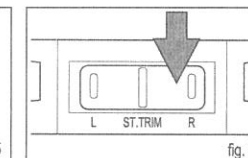

fig. 6
- Quando l'elicottero vola a spirale (fig. 4) o continua a ruotare in senso antiorario (fig. 5), premere ripetutamente il lato destro del tasto di correzione di traiettoria ("R") fino a quando l'elicottero vola dritto (fig. 6).